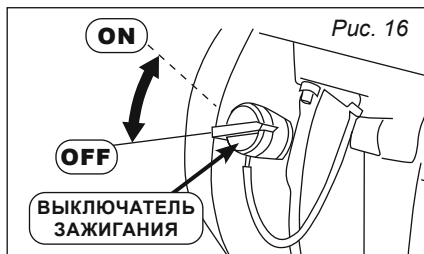

Рис. 16
3. Переведите выключатель в положение «ON» (рис. 16).
7. После запуска двигателя, медленно поворачивайте ручку управления воздушной заслонкой управления в положение «OFF» (рис. 16).
- Переведите выключатель в положение «OFF» (рис. 16).